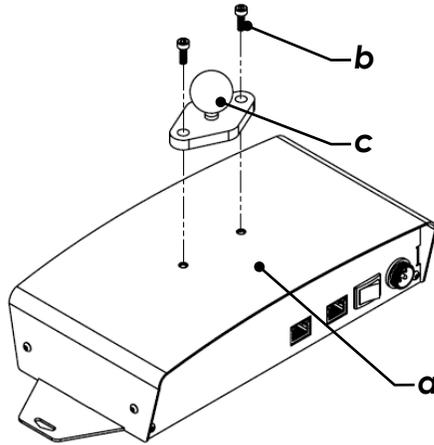

Figura 3
El concentrador está diseñado para ser montado en cualquier lado cerca de los cabezales. Esto es solo un ejemplo de cómo el concentrador puede ser montado por el montaje de pivote. El montaje de pivote cuenta con tres partes: 1x brazo y 2X monturas de bolas. Una de las monturas de bolas puede ser montada en el concentrador (Figura 3, Figura 7) mientras que la otra puede ser montada en la estructura HEP.
- Monte el concentrador en el soporte del concentrador usando 2x tornillos M4 como se muestra en la in Figura 3.